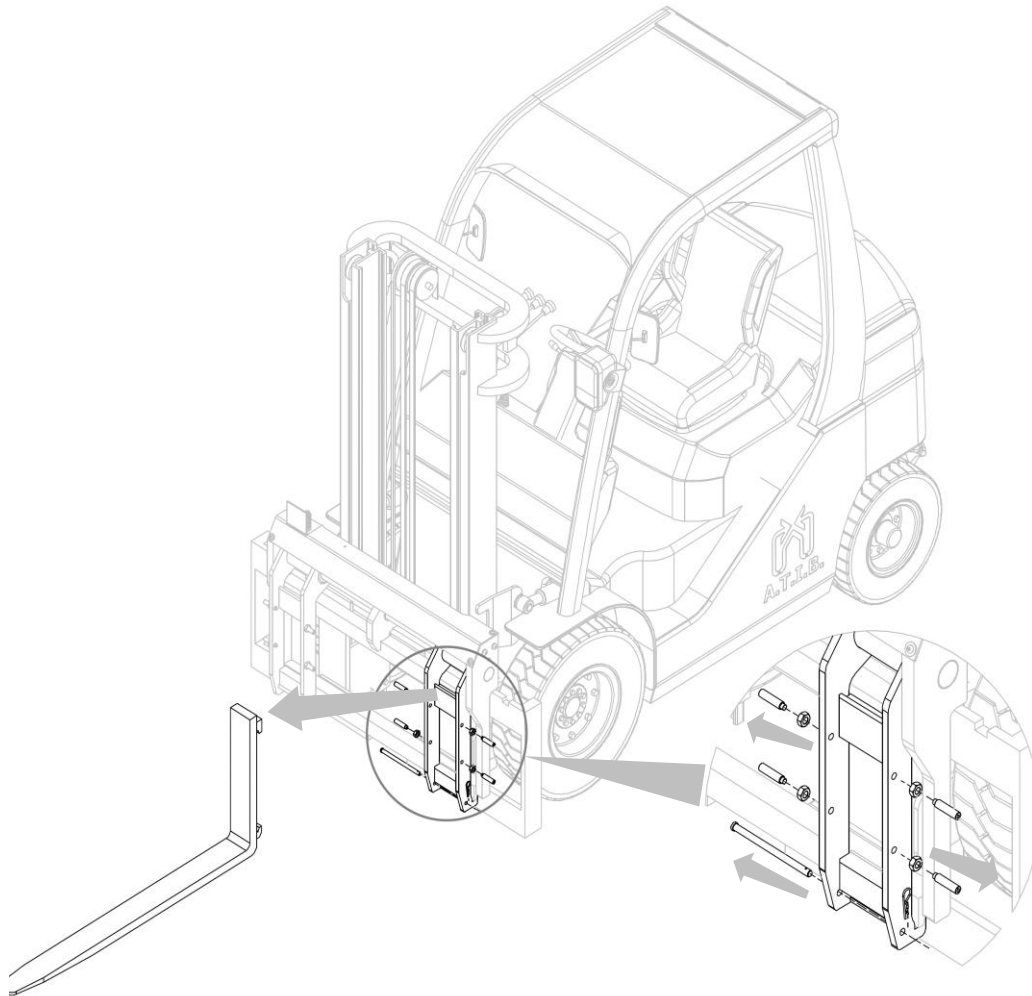

Abbildung 19
2. Entfernen Sie die Gabelzinken, nachdem Sie die Gabelzinkenfeststeller ausgeschraubt und die unteren Stifte entfernt haben (siehe *Abbildung 19*).